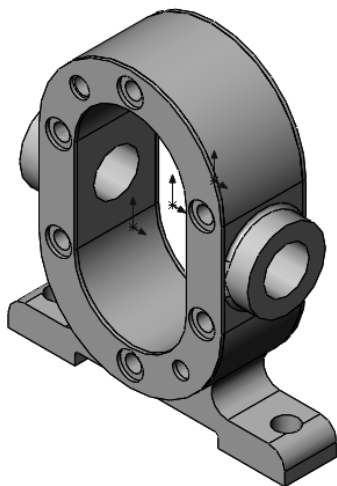

图 10-13 装配另一个垫片后的装配体
- [7] 同样方法，装配另一个垫片后的装配体如图 10-13 所示。